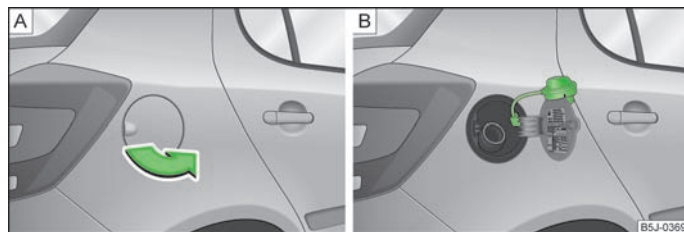

Fig. 115 Côté arrière droit du véhicule : Trappe du réservoir/Trappe avec bouchon dévissé
Les carburants prévus pour votre véhicule, la taille des pneus et la pression de gonflage sont indiqués sur la face intérieure de la trappe à carburant » fig. 115 - .
- Ouvrir le couvercle du réservoir à la main » fig. 115 - .
- Dévissez le bouchon du réservoir en le faisant tourner vers la gauche et fixez-le en haut de la trappe du réservoir » fig. 115 - .